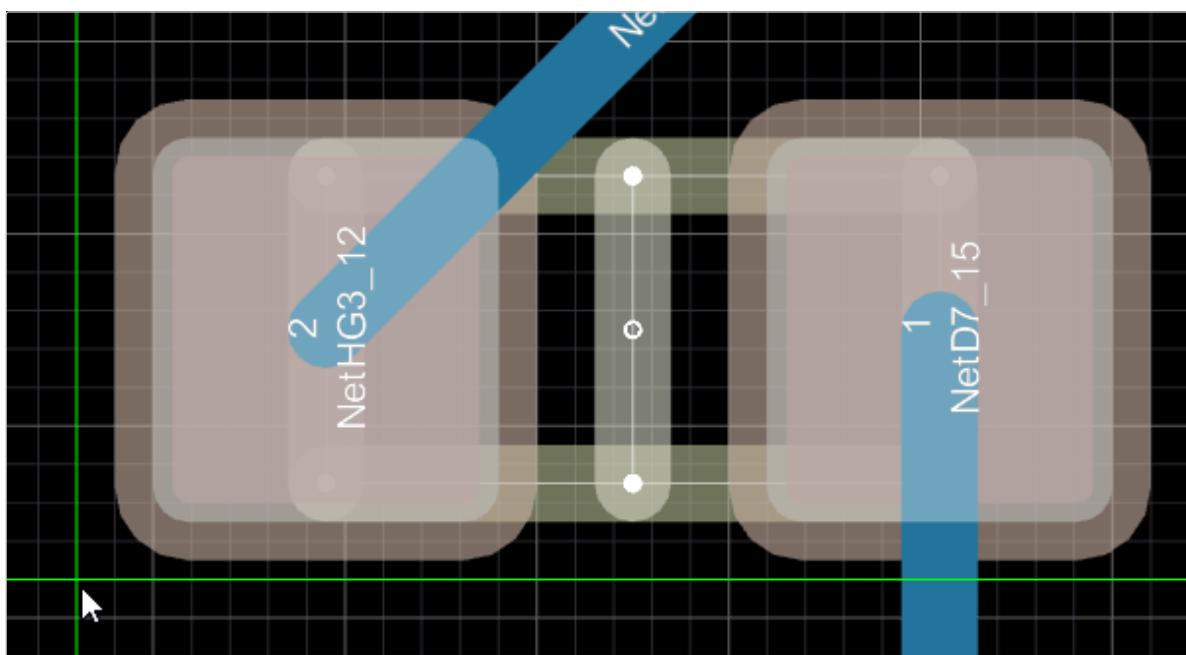

Рисунок 164. Выбор базовой точки при перемещении
- 3) Курсор примет вид перекрестия, после чего необходимо щелкнуть левой кнопкой мыши в точку, относительно которой будут перемещаться выделенные объекты (см. рисунок 164).